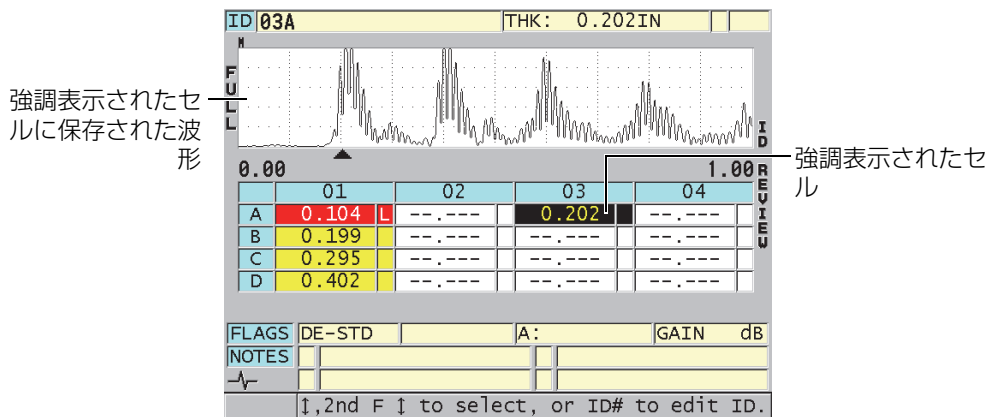

図 10-13 ID レビュー画面で強調表示された DB グリッドセル
3. ID レビュー画面で、以下の操作を行います（162 ページの図 10-13 参照）。